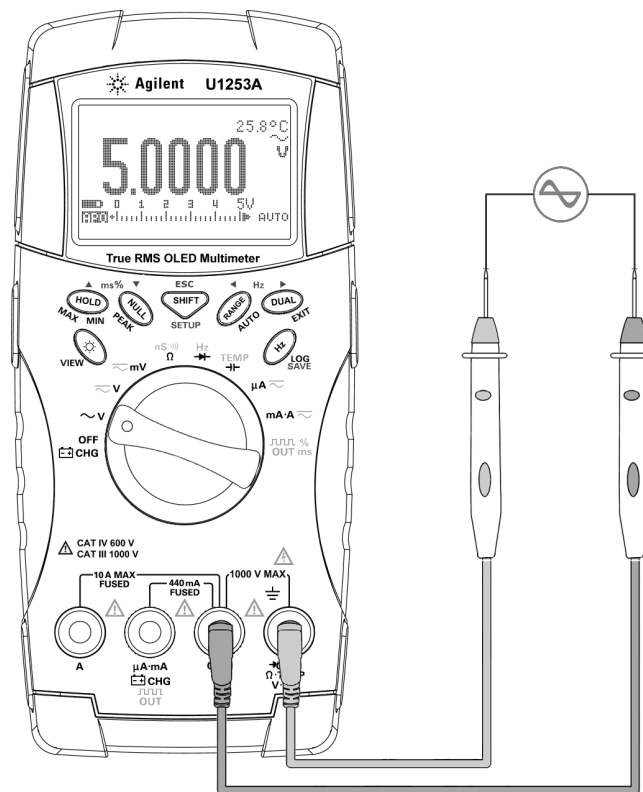

Abbildung 2-1 Messen der AC-Spannung
- 3 Verbinden Sie die roten und schwarzen Testleitungen entsprechend mit den Eingangsanschlüssen **V.mV (rot)** und **COM (schwarz)** (siehe Abbildung 2-1 auf Seite 31).